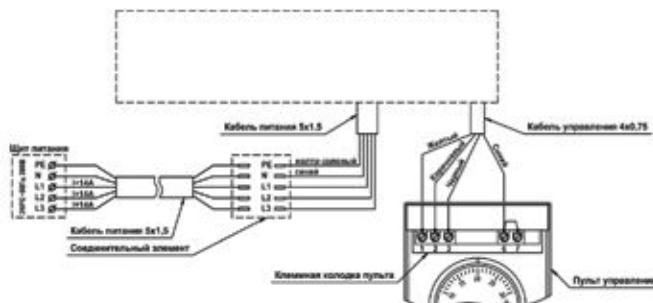

Рис. 6
- подключить к клеммной колодке пульта кабель управления, выведенный из завесы, в соответствии со схемой, указанной на рис. 6 и на корпусе завесы.
- Подключение к стационарной электросети производится в соответствии со схемой, указанной на рис. 6 и на корпусе завесы.